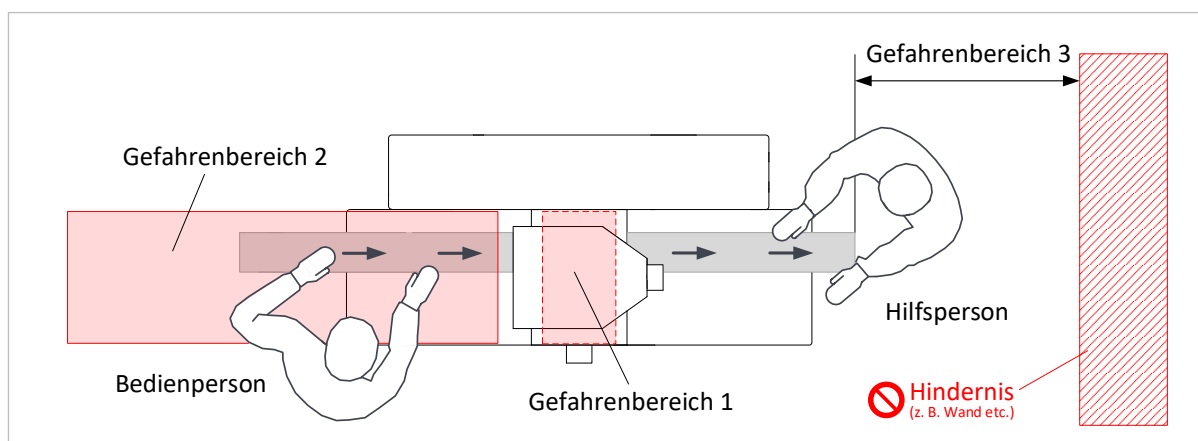

Abbildung 3: Gefahrenbereiche beim Dickenhobeln
- Die Bedienerperson der Maschine muss beim Dickenhobeln generell auf der Aufgabeseite der Maschine, in Schnittrichtung und mit dem Körper seitlich des Maschinentisches, stehen. Das Betreten des in ⇒ Abbildung 3 gekennzeichneten Gefahrenbereichs 2 ist bei laufender Messerwelle verboten.